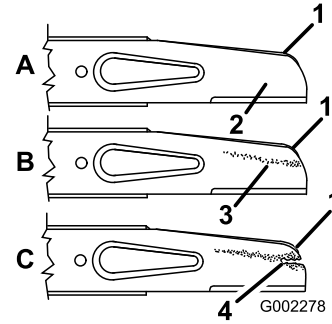

Figure 29
2. Enlevez les écrous, l'accélérateur et la lame (Figure 29).